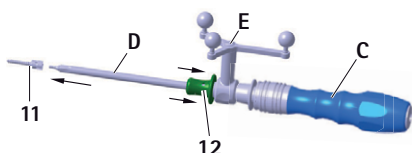

Fig. 9 Recogida del tornillo S⁴C con el destornillador S⁴C
- Tirar hacia atrás del casquillo de retención 12 del destornillador S⁴C D y sujetarlo, ver Fig. 9.